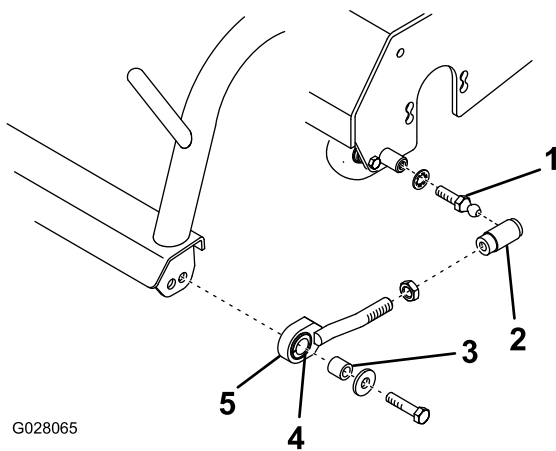
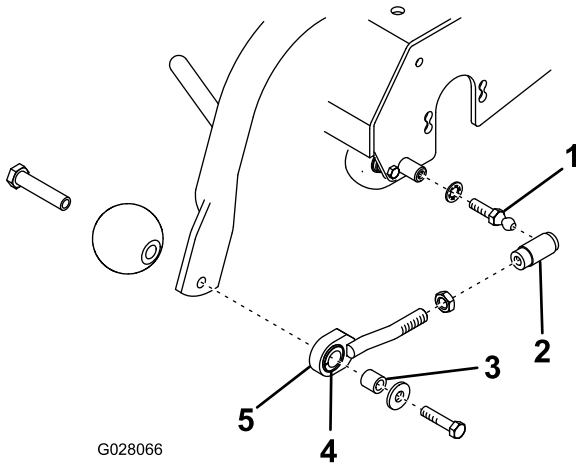

Figure 5
Figure 6
- B. Montez un écrou de blocage et un logement de rotule sur chaque tirant, comme montré à la Figure 5 ou la Figure 6.
- C. Montez un tirant à chaque extrémité du bâti porteur avec une entretoise, une rondelle et une vis (Figure 5 ou Figure 6).
- D. Montez une tige de rotule et une rondelle frein à chaque extrémité du rouleau triple (Figure 5 ou Figure 6).
- F. Repoussez le manchon sur chaque douille de rotule et accrochez-les sur les rotules (Figure 5 ou Figure 6).